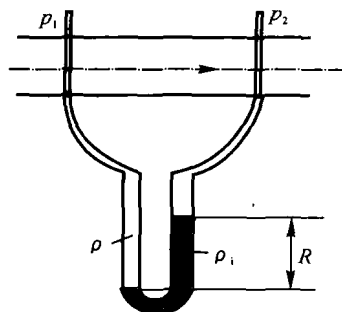

图1-2 U形压差计
(1) U形压差计:如图1-2所示,用一根装有密度为 $\rho_i$ 指示液的U形玻璃管,测量密度为 $\rho$ 的流体的压强,若指示液读数为 $R$ ,则压差为